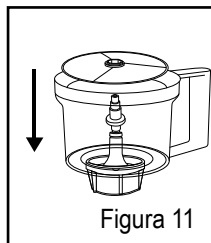

Figura 11
- 1b. Coloque o disco para ejetar os alimentos na parte superior do eixo adaptador para o disco (Figura 11).